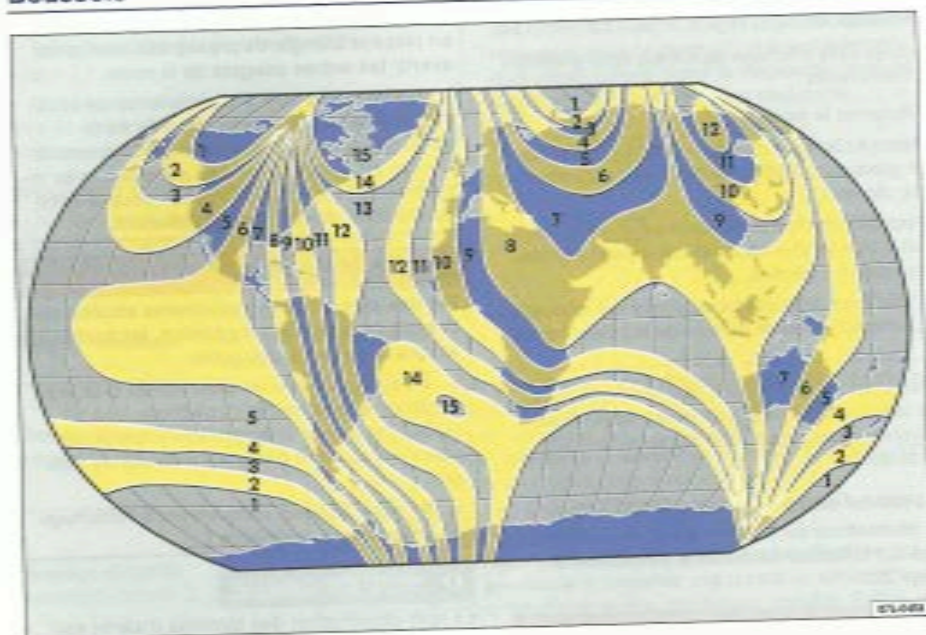

Fig. 13 Zones de la boussole.
- Sélectionnez la zone de boussole en fonction du lieu actuel $\Rightarrow$ fig. 13.